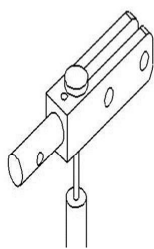

图 31 刹车线与手柄连接杆
2. 将刹车线从手柄连接杆的圆通孔处穿出，并用组合螺栓将刹车线组扣压紧（4~6N.m）。见（P11 图 31）；